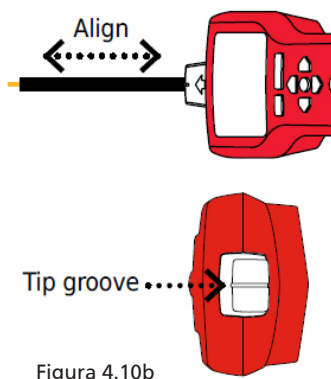

Figura 4.10b
5. Posizionamento del ricevitore: Per ottenere i risultati migliori, allineare la scanalatura sulla punta del sensore con la direzione del cavo, come mostrato. Il segnale può andare perso se i ricevitore non è allineato adeguatamente. (Vedi Figura 4.10b)